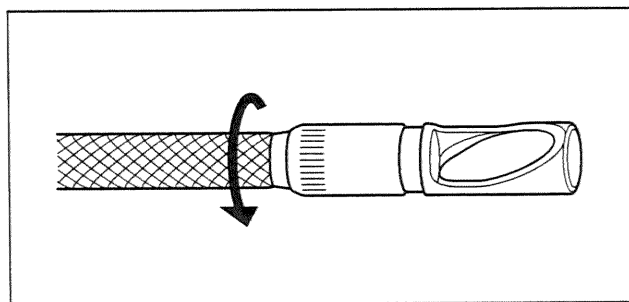

図 3.14
3. 第1ねじ部通過後、側視ミラーアダプター本体を軽く押し込みながら回し、スコープ先端の側視ミラーアダプター固定溝に側視ミラーアダプター内側のツメが噛み合っ回転が止まる位置になっていることを確認します（図 3.14 参照）。